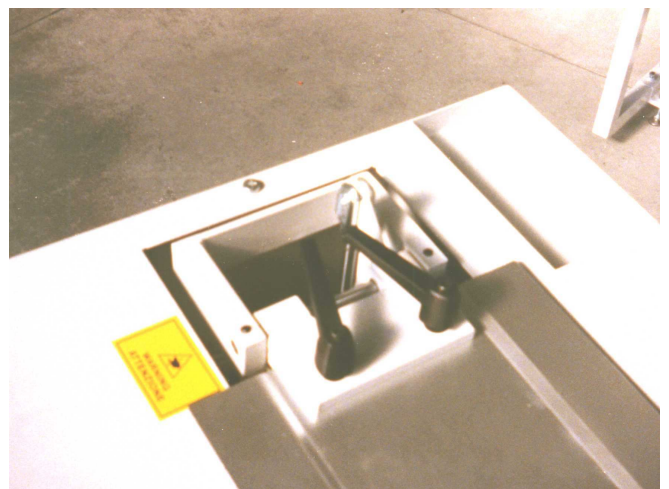

Bild 1 / picture 1
6. Nehmen Sie die Griffe hoch und positionieren Sie sie gegenüber der Formplatte genau über die quadratische Stütze (siehe Bild 1).